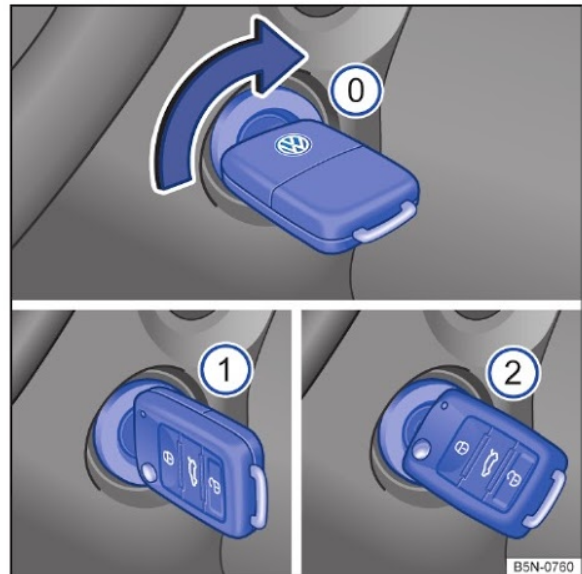

Fig. 81 Ao lado do volante, à direita: posições da chave do veículo no cilindro da ignição.
Posições da chave do veículo → Fig. 81
- *Veículos com partida aquecida:* girar a chave do veículo na posição → Fig. 81 ①. A ignição está ligada. Nesse instante a luz de controle do sistema de partida aquecida **⚡** irá se acender no instrumento combinado. Aguardar que a luz de controle **⚡** se apague indicando o término do aquecimento do combustível (esta ação poderá ser necessária em condições de partida com o motor frio).
- *Veículos sem partida aquecida:* girar a chave do veículo na posição → Fig. 81 ①. A ignição está ligada.
- Girar a chave do veículo no cilindro da ignição para a posição → Fig. 81 ② – não acelerar. Quando o motor começar a funcionar, soltar a chave do veículo no cilindro da ignição.
- *Veículos com partida aquecida:* girar a chave do veículo no cilindro da ignição para a posição → Fig. 81 ② para dar partida no motor – não acelerar. Caso a etapa 5 não seja respeitada, a luz de controle **⚡** irá piscar indicando a necessidade de interromper o procedimento de partida e repeti-lo após retornar a chave para a posição → Fig. 81 ① e aguardar aproximadamente 10 segundos.
- *Veículos sem partida aquecida:* girar a chave do veículo no cilindro da ignição para a posição → Fig. 81 ② para dar partida no motor – não acelerar.
- Girar a chave do veículo no cilindro da ignição na posição → Fig. 81 .